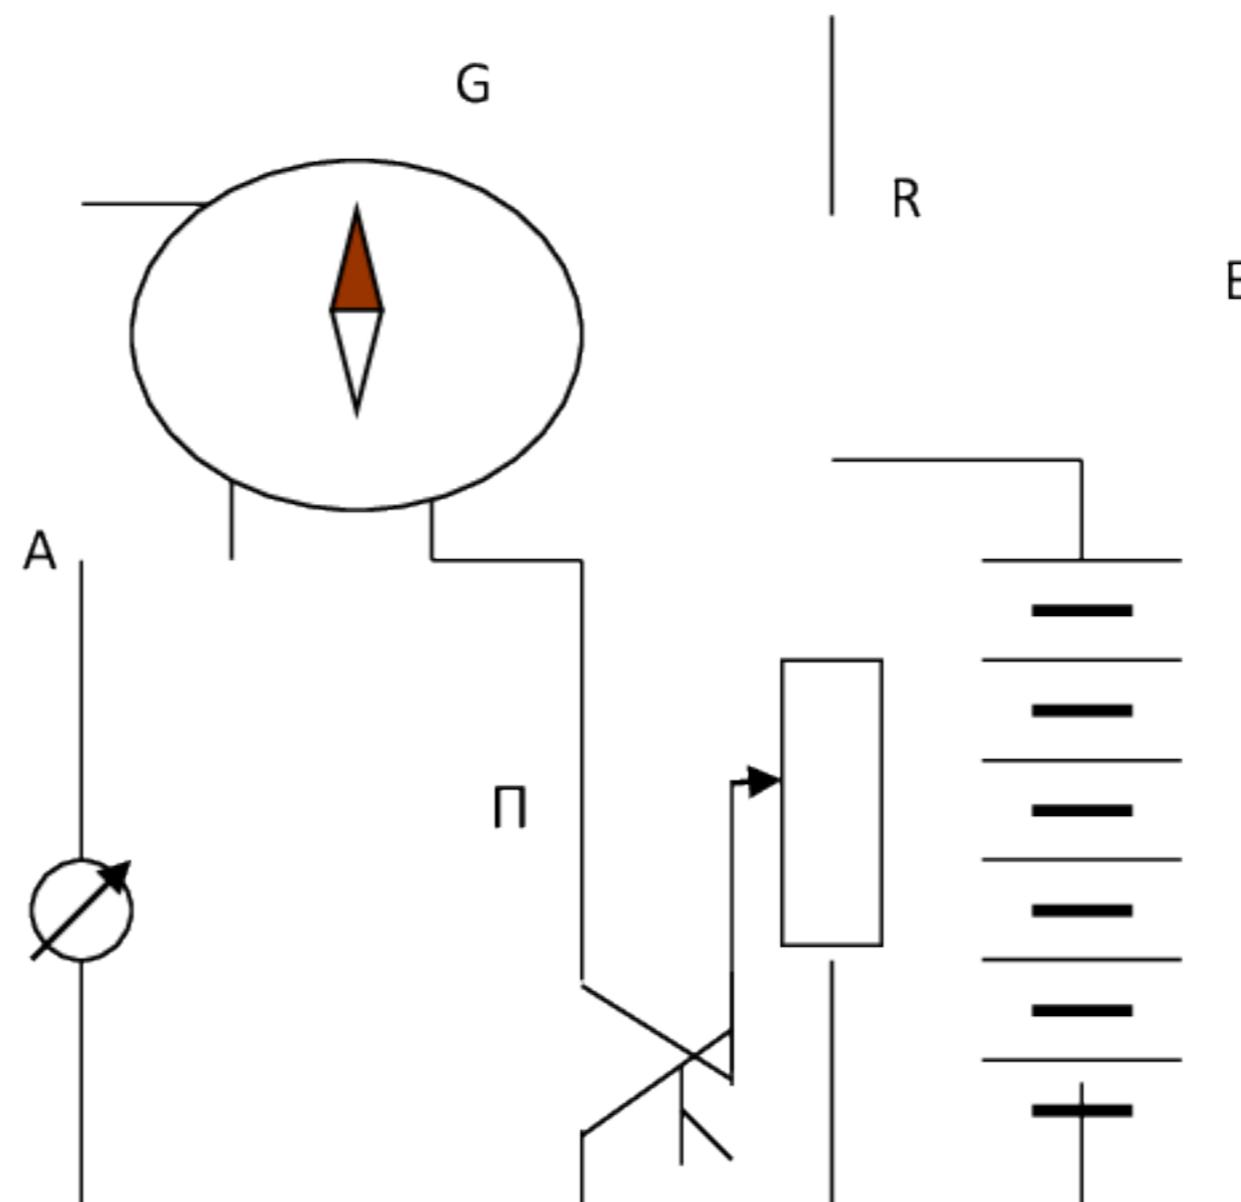

Рис. 3
Электрическая схема установки для измерения B_3 состоит из тангенс-гальванометра G , источника тока \mathcal{E} , реостата R и амперметра A для регулировки и измерения тока (рис.3).
- Собирают электрическую цепь по схеме рис.3
- Подставляя последовательно измеренные соответствующие значения тока I_i и усредненные значения угла α_i в формулу (3) найти значения B_3 . (Величины n и R указаны на тангенс-гальванометре).